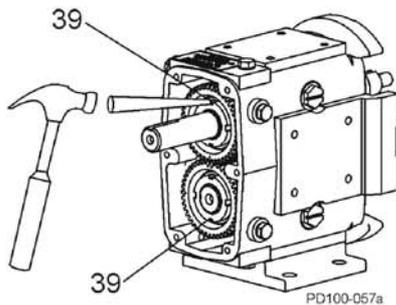

Abb. 39 Verschluss des Sicherungsringes gerade biegen
6. Biegen Sie die Verschlüsse der Sicherungsringe gerade (Abb. 39, Pos.39).